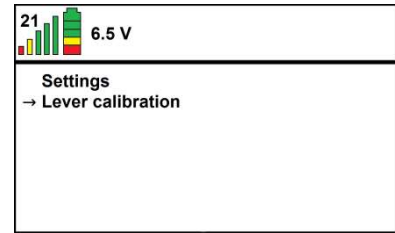

Figure: 17
- Allumez la télécommande et activez le menu de la télécommande en appuyant sur la touche (✓). (Voir Figure 17). Appuyez sur la touche (▼) jusqu'à ce que la flèche apparaisse dans l'affichage pour le calibrage du levier. (Voir Figure 17).